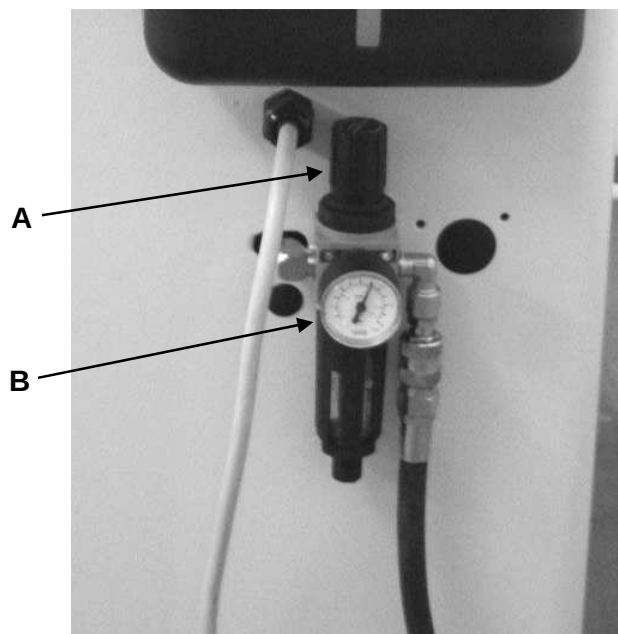

Fig. 09-05
9.5 REGLAGE PRESSION ENTREE AIR (Fig. 09-05)